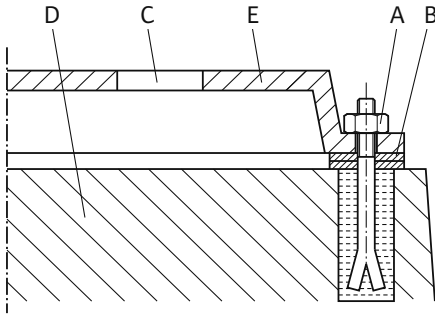

Fig. 15: Пример за закрепване към фундамент с холендър
**Пример за закрепване към фундамент с холендър (Fig. 15):**